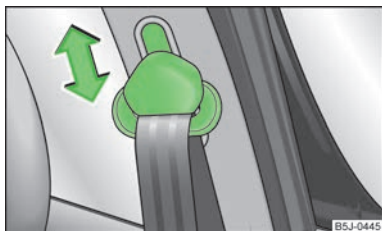

Fig. 98
- ▶ Apăsăți armătura de ghidare și împingeți în direcția dorită, înspre în sus, sau înspre în jos » fig. 98.